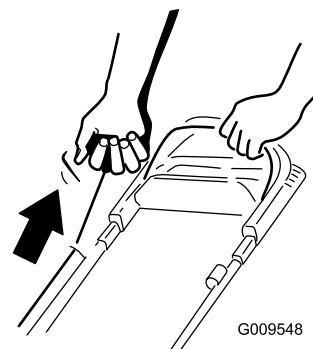

Figura 18
2. Tire del arrancador de retroceso (Figura 18).
Nota: Cuando tire del arrancador de retroceso, debe tirar suavemente hasta que note resistencia; luego tire con fuerza (Figura 18). Deje que la cuerda vuelva lentamente al manillar.